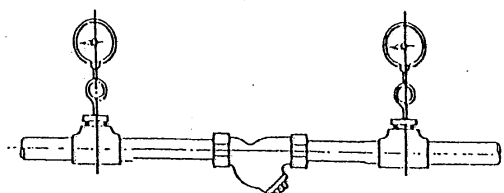

図 1
- (1) ストレーナの前後に圧力計を取り付けると、差圧により目づまりの状態を知ることができます。 [7. 配管図例 図 1 参照]